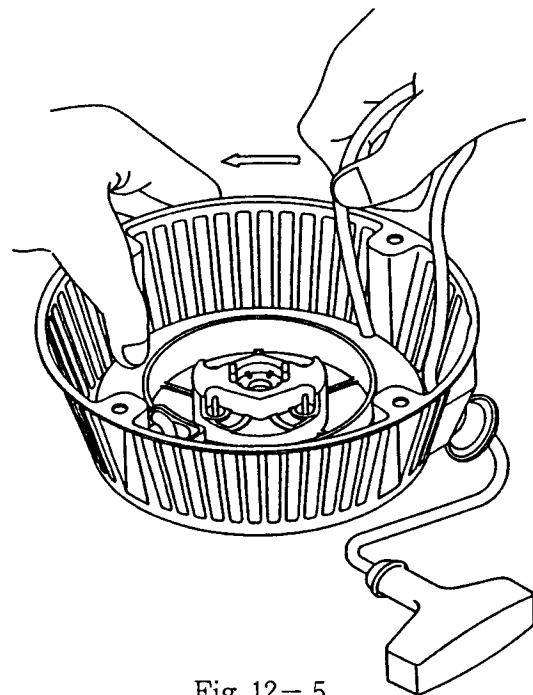

Fig 12-5
(3) スタータケースにリールを挿入する前に Fig 12-5 の矢印の方向にスタータロープをリールに巻き 2.5 巻目をリールの切欠き部から出し、ゼンマイ内端部にフック部が引っ掛かる様にリールを確実にスタータケース内に組込んで下さい。
次にFig 12-5の様にスタータロープを持って矢印の方向にリールの切欠き部を利用しながら、リールを4～5回巻いて下さい。